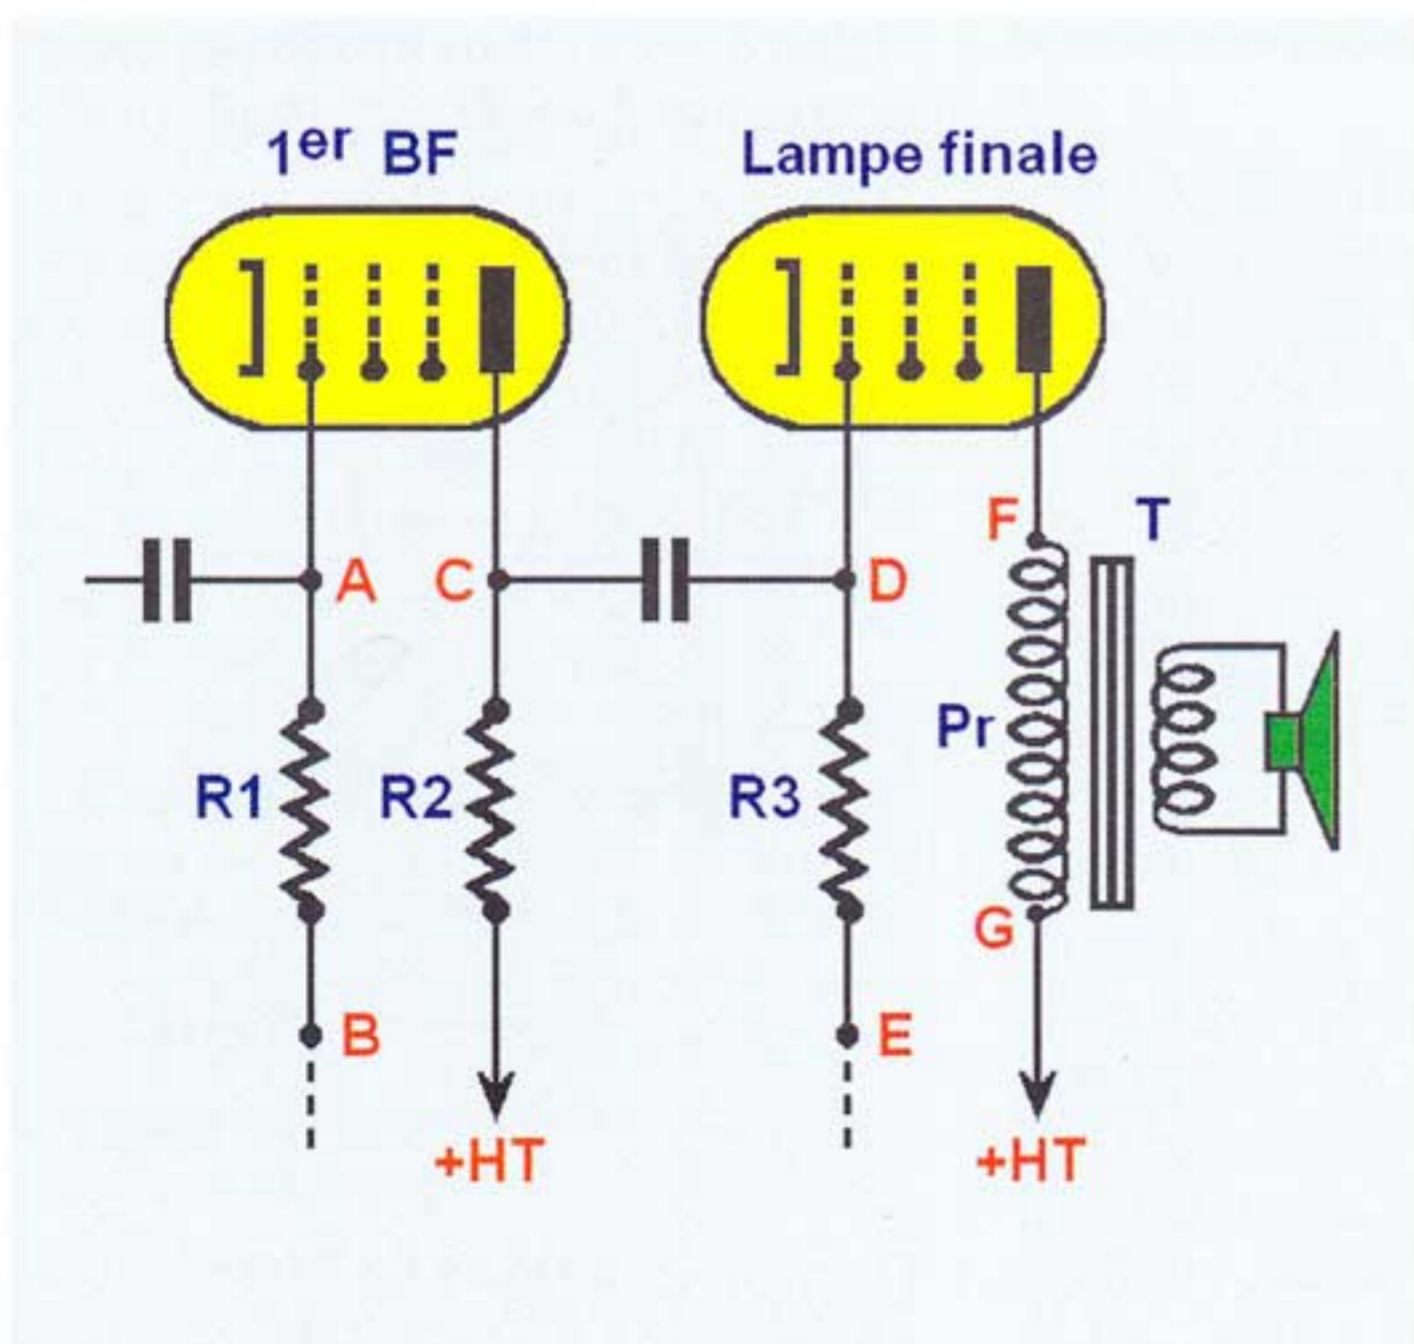
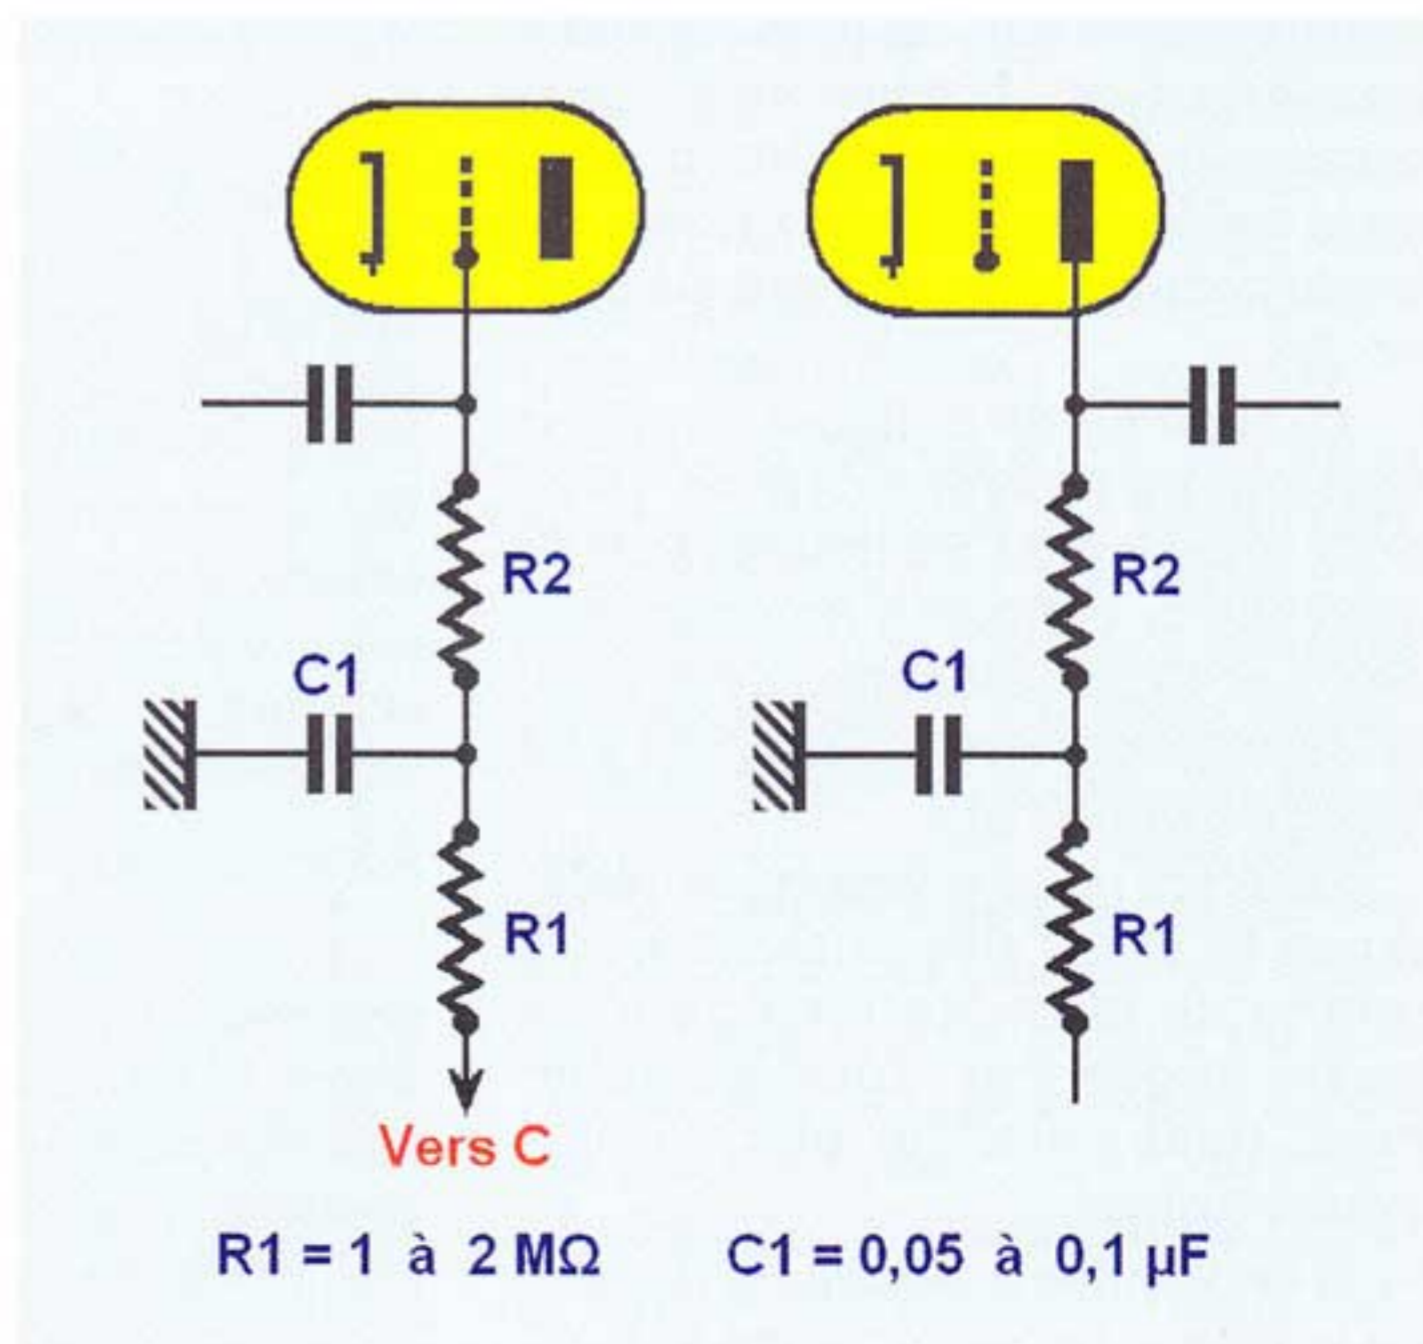

Figure 5. — Schéma simplifié de la partie BF d'un récepteur.
Figure 6. — Cellule de filtrage à ajouter dans le cas d'une polarisation par la grille.
Il en est tout autrement lorsqu'on polarise la grille d'une préamplificatrice BF, et nous sommes obligés, dans ce cas, de prévoir une cellule de filtrage supplémentaire dans le circuit de cette grille, cellule constituée par une résistance R2 et un condensateur C1, suivant le schéma de la figure 6 et avec les valeurs suivantes :
Prenons le schéma simplifié en figure 5 représentant la partie BF d'un récepteur et voyons l'ordre des opérations, ainsi que les conclusions à tirer.
Si la résistance R1 aboutit, en B, à une tension de polarisation, et que le ronflement disparaît en mettant B à la masse, il est à peu près certain que c'est la tension de polarisation qui nous apporte une composante alternative indésirable. Remède : cellule de filtrage supplémentaire comme indiqué dans la figure 6.
**2. —** Le ronflement persistant, passons au circuit plaque de la préamplificatrice. Court-circuitons à la masse le point C (figure 5). Si le ronflement disparaît, il est vraisemblable que c'est la haute tension alimentant la plaque qui nous l'amène. Essayons une cellule de filtrage supplémentaire, suivant le schéma de la figure 6, en donnant à R1 une valeur comprise entre 25 000 et 50 000  $\Omega$  et en prenant C1 = 8  $\mu\text{F}$  (électrochimique).
(en D), mais il est cependant prudent de procéder aux mêmes essais qu'avec la grille de la préamplificatrice. Si on arrive à faire disparaître le ronflement en court-circuitant E, lorsque la lampe est polarisée « par la grille », prévoir une cellule de filtrage, comme pour la préamplificatrice (figure 6), mais en donnant à R1 une valeur moindre : 200 000 à 500 000  $\Omega$ .